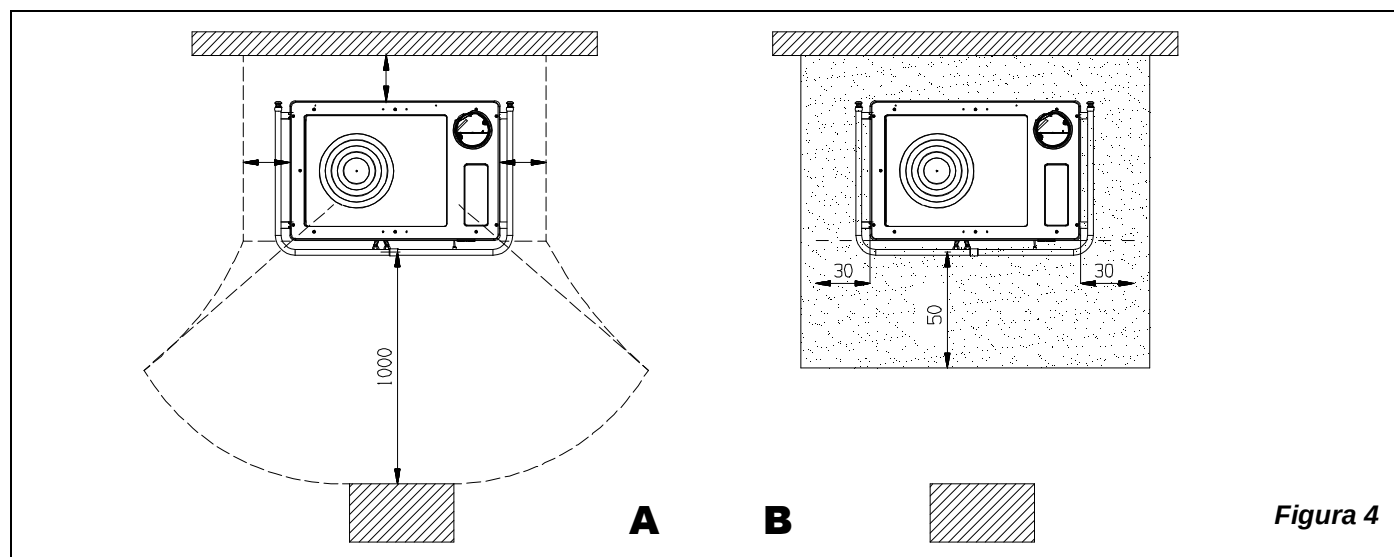

Figura 4
- Al fine di assicurare un sufficiente isolamento termico, rispettare la distanza minima di sicurezza dal retro e da entrambi i lati da elementi costruttivi ed oggetti infiammabili e sensibili al calore (mobili, rivestimenti di legno, stoffe ecc.) (vedi Figura 4 **A**). **Tutte le distanze minime di sicurezza sono indicate sulla targhetta tecnica del prodotto e NON si deve scendere al di sotto dei valori indicati.**
- qualora il prodotto venga installato su un pavimento di materiale infiammabile, bisogna prevedere un sottofondo ignifugo. **I pavimenti in materiale infiammabile**, come moquette, parquet o sughero etc., **devono essere sostituiti** da uno strato di materiale non infiammabile, ad esempio ceramica, pietra, vetro o acciaio etc. (dimensioni secondo l'ordinamento regionale). **Nel caso in cui la sostituzione del pavimento non sia possibile, l'apparecchio deve essere posizionato sopra una lastra di pietra o cemento spessa almeno 12 cm.** Il sottofondo deve sporgere frontalmente di almeno **50 cm** e lateralmente di almeno **20 cm** oltre all'apertura della porta di carico (vedi Figura 4 **B**).